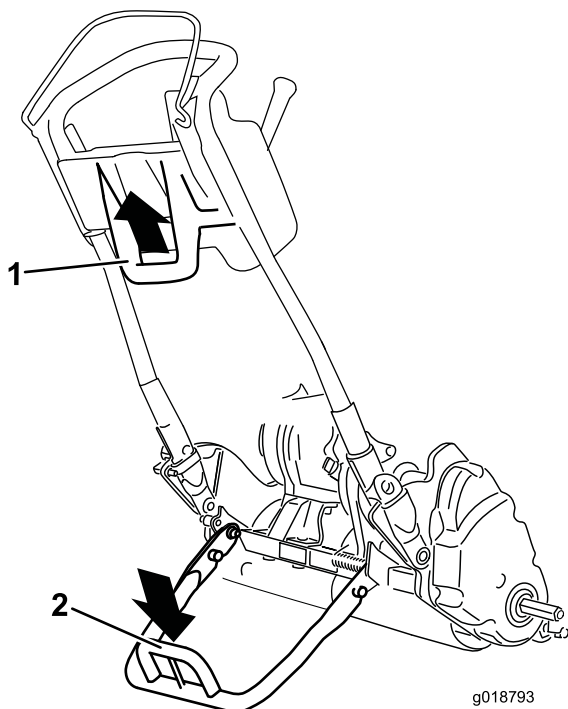

Bild 19
- Wenn Sie den Ständer zur Montage der Transporträder verwenden möchten, senken Sie ihn auf den Boden ab, treten auf die Ständerschleife und ziehen den unteren mittleren Maschinengriff gleichzeitig nach oben und hinten (Bild 19).